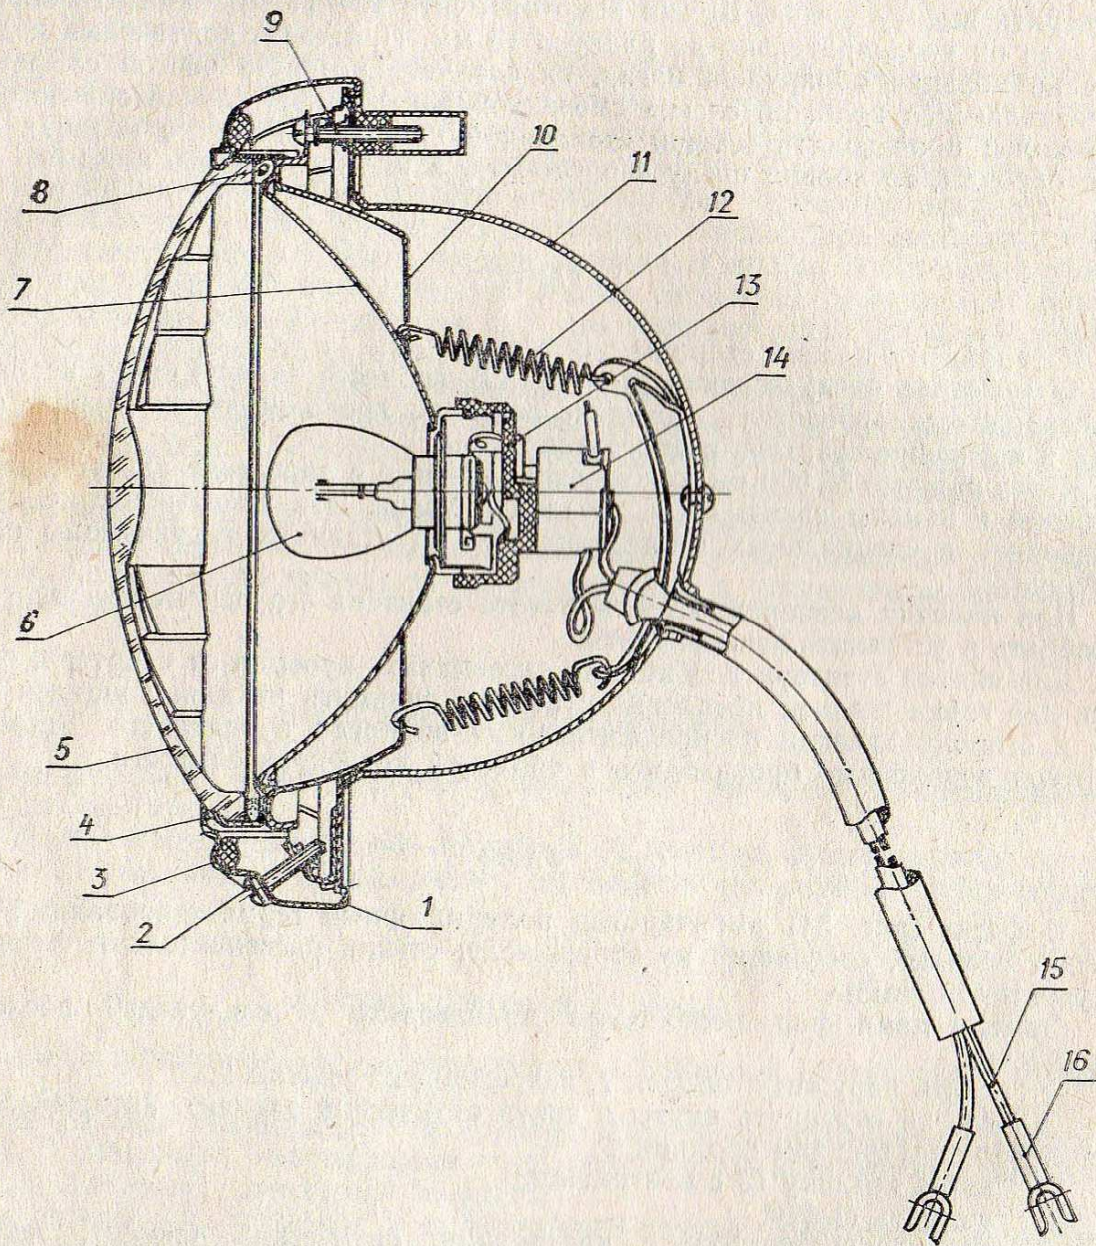

Рис. 34. Фара:
В фары (рис. 34) вмонтирован полуразборный герметизированный оптический элемент, состоящий из отражателя, стекла рассеивателя и фланцевой двухнитевой лампы.
2. Включить ближний свет и вращением двух (на каждой фаре) регулировочных винтов 9 (см. рис. 34), расположенных под углом 90°, установить оптические элементы так, чтобы граница между освещенным и неосвещенным участками проходила по линии 2 (см. рис. 35), а наклонные отрезки выходили из точек пересечения линий А и В с линией 2, отмеченных на рисунке знаком «+». Каждая фара регулируется самостоятельно, причем свет от другой фары не должен освещать экран.